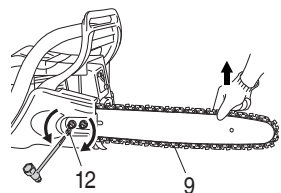

Fig. 7
7. Soulevez l'extrémité du guide-chaîne et réglez la tension de la chaîne de coupe (9) en tournant le boulon de réglage de tension (12) dans le sens des aiguilles d'une montre. Pour vérifier que la tension de la chaîne est adéquate, soulevez légèrement le centre de la chaîne. Il faut qu'il y ait alors un jeu de 0.02 à 0.04" (0.5 à 1.0 mm) entre le guide-chaîne et le bord des maillons d'entraînement de la chaîne (13). (Fig. 7, 8)